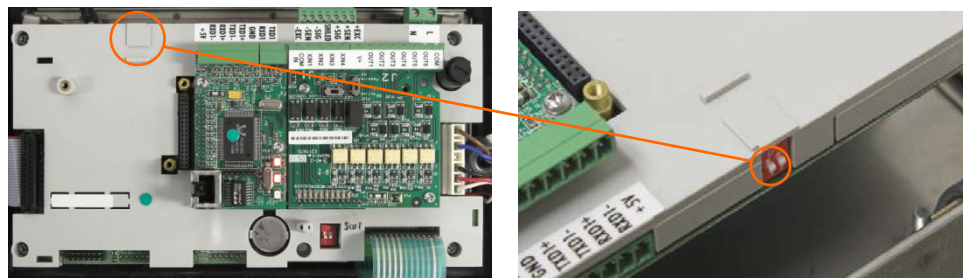

Figura 4-9: Posizione dell'interruttore SW2-1
- La posizione di SW2-1 (indicata in Figura 4-9) determina se sono stati reimpostati i dati (bilancia) EEPROM, significativi dal punto di vista metrologico, quando viene effettuata una reimpostazione generale. SW2-1 deve essere impostato su ON per reimpostare i dati EEPROM. Se SW2-1 è impostato su OFF, la reimpostazione generale **non** avrà alcun effetto sui dati EEPROM.